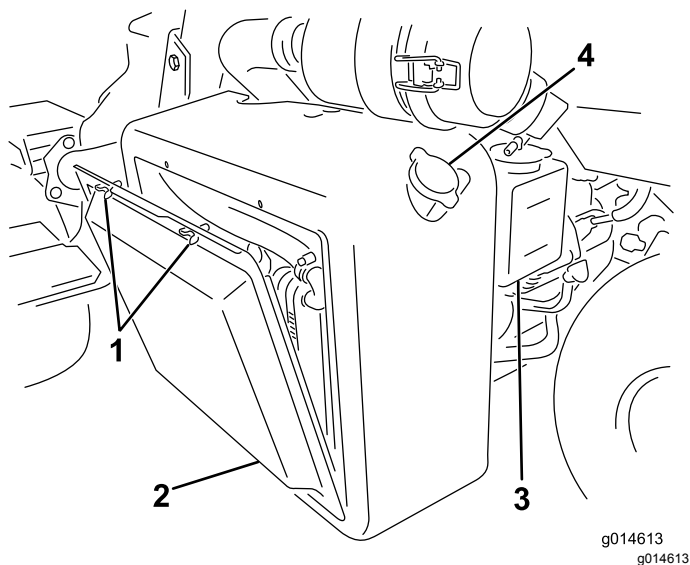
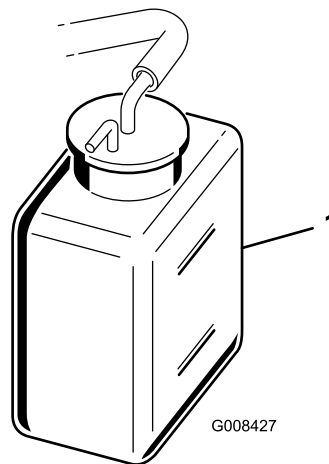

图38
图39
1. 拆下散热器吸风滤网图38。
2. 检查冷却液液位图38和图39。